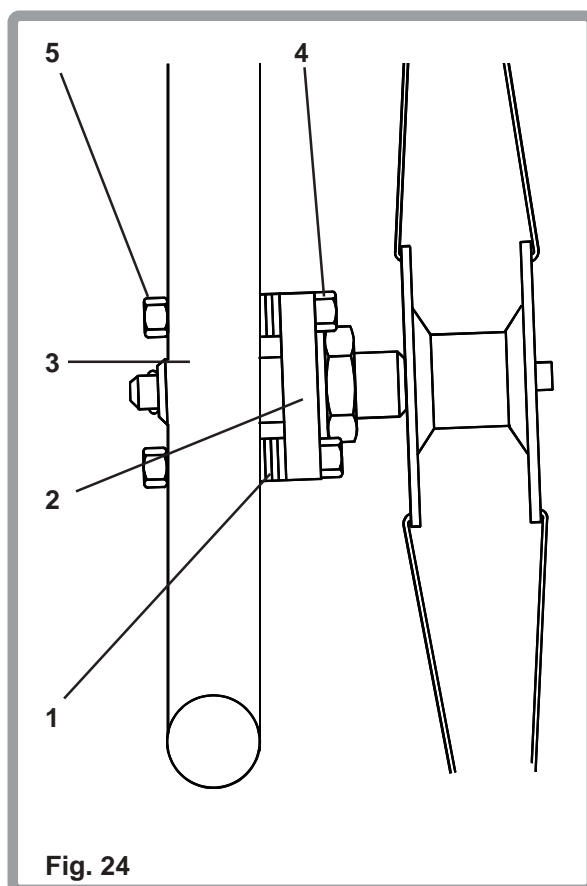

Fig. 24
Le carrossage de la roue (Fig. 24) est préréglé à l'usine à 2°. Un carrossage plus ou moins important peut être obtenu en augmentant ou en diminuant le nombre de rondelles de carrossage (1) situées entre le bas de la plaque d'axe (2) et le cadre (3). Les boulons de retenue de 10 mm (4) et les écrous (5) doivent être retirés, le nombre de rondelles requis insérées et les boulons et écrous de retenue replacés et resserrés. Serrer jusqu'à 8-10 Nm.